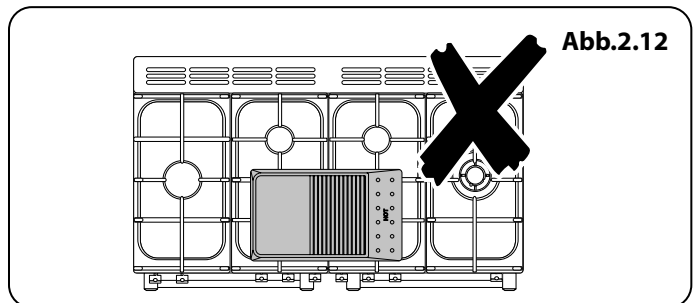

Abb.2.12
- ⚠ **Die Platte nicht quer aufsetzen – sie passt nicht richtig und wird dadurch instabil (**Abb.2.12**).**